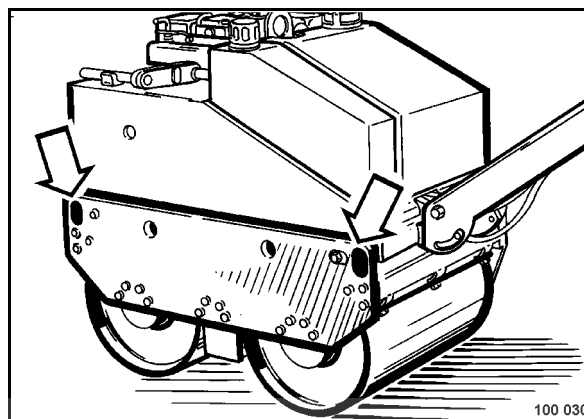

fig. 50
- Arrimer la machine sur le moyen de transport en utilisant les oeillets de levage (fig. 50).